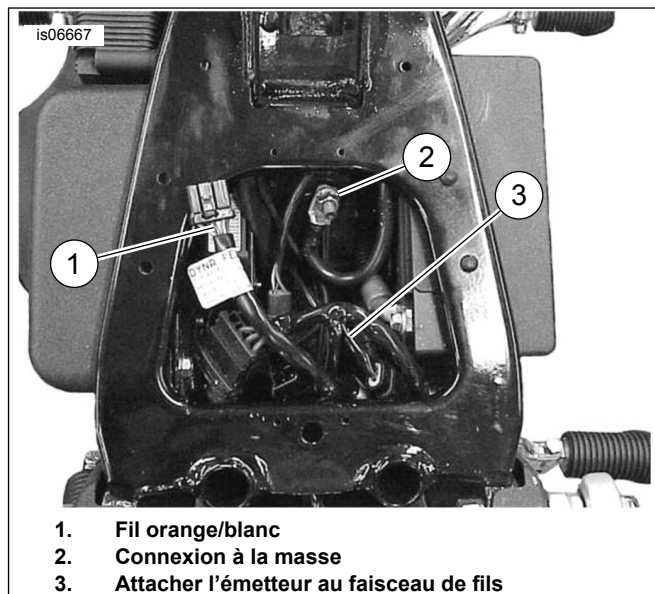

Figure 2. Montage de l'émetteur (Dyna)
2. Voir Figure 2. Utiliser des serre-câbles pour attacher l'émetteur au faisceau de fils Dyna (3) situé sous la selle et près du compartiment de batterie. Acheminer les fils de l'émetteur vers l'avant le long du côté droit du cadre. Passer à la section **Connexion du faisceau**.